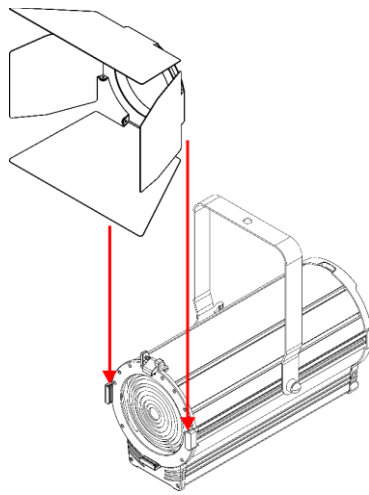

Fig. 09
- 02) Inserire le aletta frangiluce nei **supporti del portagelatina (04)** (vedere Fig. 09).